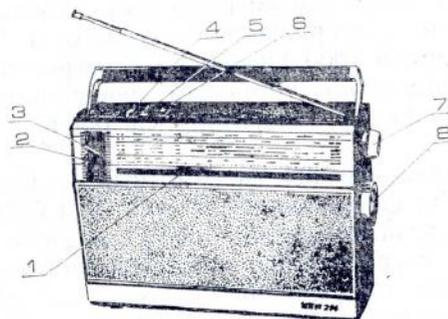

Рис. 1. Расположение элементов управления:
2.6. Внешний вид приемника с обозначением органов управления и гнезд подключения внешних устройств приведен на рис. 1 и 2.